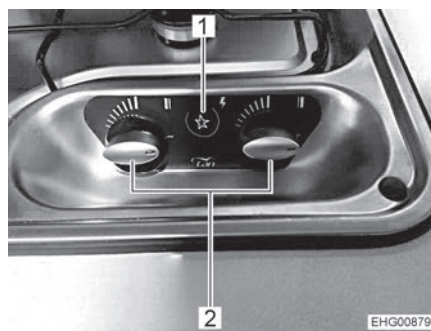

Bild 143 Bedienelemente für Gaskocher
- Drehregler (Bild 143,2) der gewünschten Brennstelle auf Zündposition (große Flamme) drehen.
- Druckschalter (Bild 143,1) drücken. Am Brenner werden Zündfunken erzeugt.